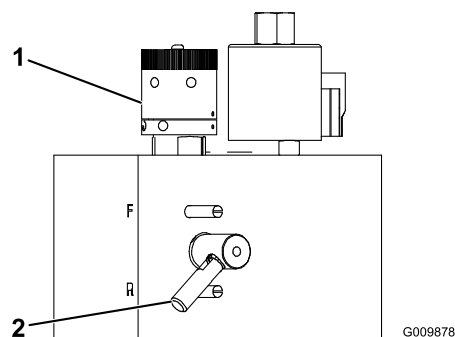

Figure 64
3. Tournez le bouton de rodage sur le bloc hydraulique (Figure 64) dans le sens horaire à la position de rodage (R). Tournez le bouton de commande de vitesse des cylindres (Figure 64) à la position 1.